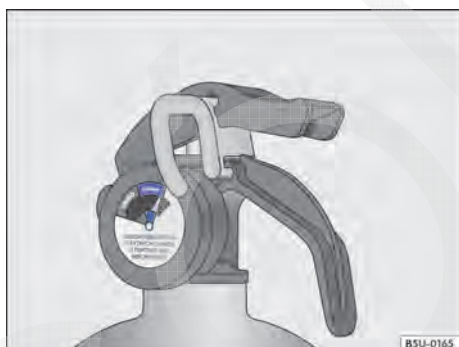

Fig. 152 No extintor de incêndio: indicador de carga (manômetro).
- Carga - o ponteiro deve estar na faixa verde do manômetro (carregada) \Rightarrow Fig. 152.